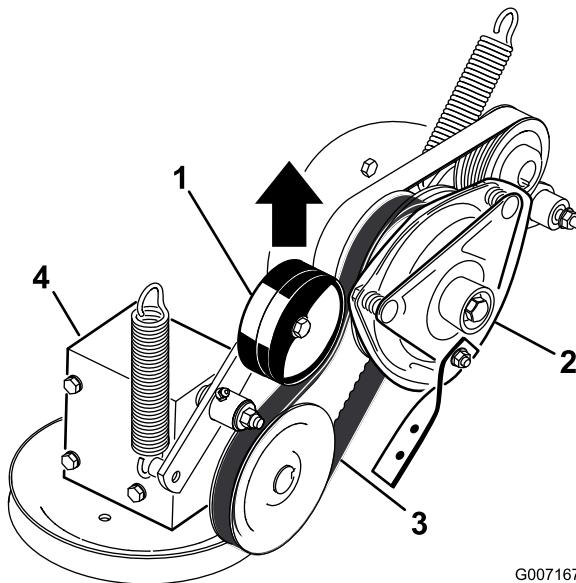

Figure 65
- Tirez sur la poulie de tension rappelée par ressort de la courroie d'entraînement de PDF et retirez la courroie de la poulie d'embrayage (Figure 65).
17. Tirez sur la poulie de tension rappelée par ressort de la courroie d'entraînement de PDF et placez la courroie sur la poulie d'embrayage (Figure 65).